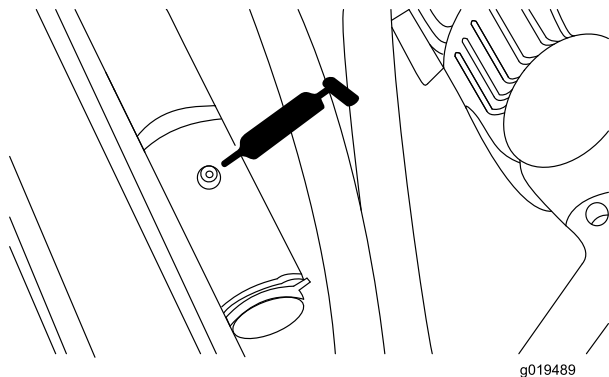

Figure 48
- Pivot de vérin de levage arrière (2) (Figure 48).